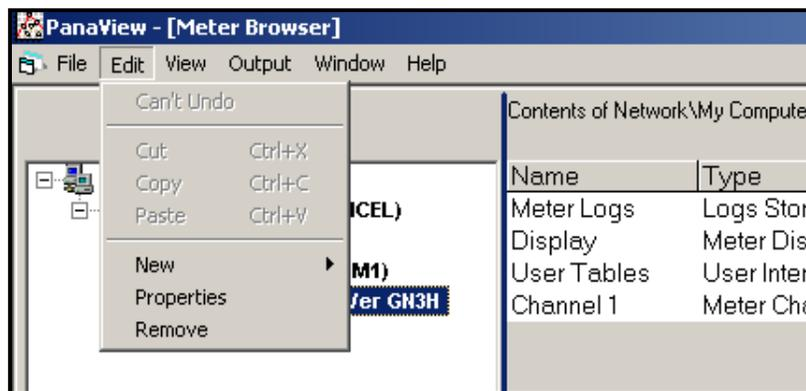

Figure 26 : Option Propriétés dans le menu Modifier
2. Ouvrez le menu *Modifier* et sélectionnez l'option *Propriétés*, comme illustré à la Figure 26.